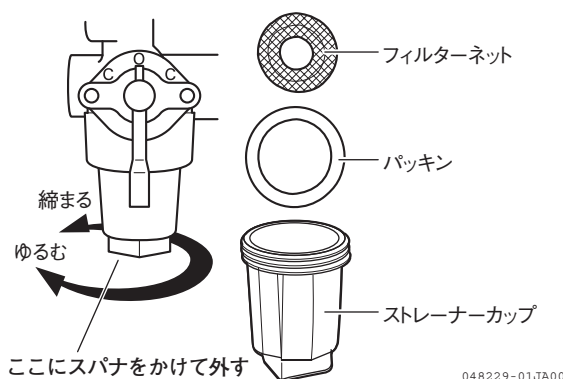

図 4-21 燃料コシ器エレメント
2. 燃料コシ器下部の四角部を工具 (10 mm) でゆるめます。(図 4-21)
4. フィルターネット、パッキン、ストレーナーカップの順に元通りに取り付けます。(図 4-21)